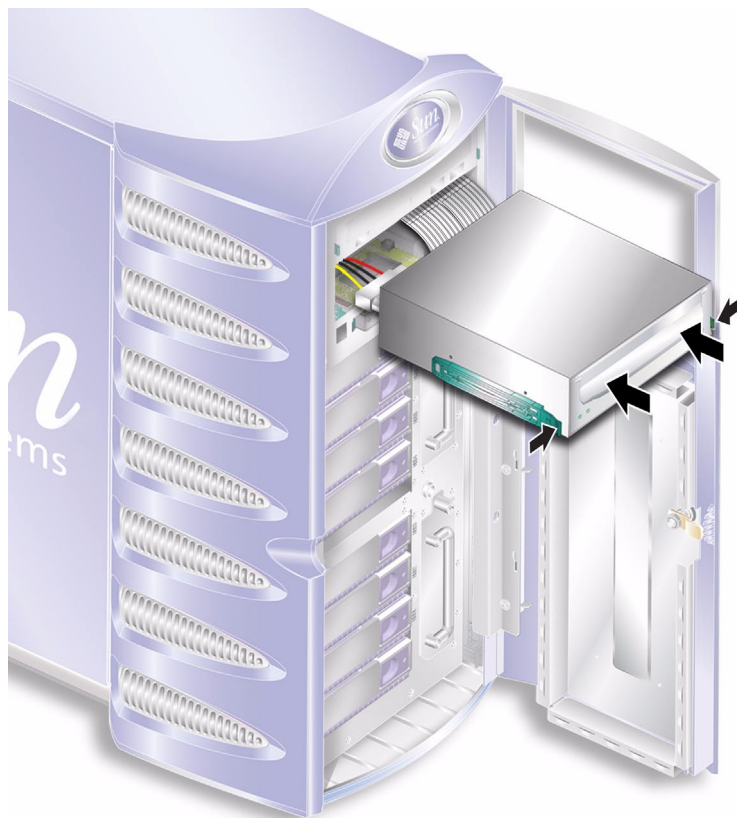

図 1-28 テープドライブの取り付け
6. テープブライドをスロットにしっかりと挿入します。詳細は、図 1-28 を参照してください。